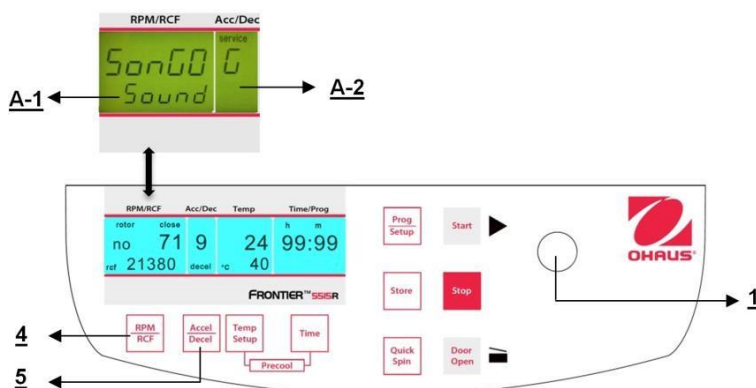

Figure. 37
Poursuivre conformément à la description du paragraphe 4.1. 1 pour entrer dans ce mode de programme et appuyer ensuite sur la touche **"Accel/Decel"** (5). Sur l'affichage **"Acc/Dec"** (A-2), le mot **"Service"** clignote. Sélectionner maintenant la lettre **"G"** avec le bouton de réglage (1). Ceci entraîne l'apparition des mots **"SonGo/Sound"** sur l'affichage **"RPM | RCF"** (A-1). Après avoir appuyé sur la touche **"RPM | RCF"** (4), il est possible de sélectionner une sonorité avec le bouton de réglage (1). (voir la figure 37)